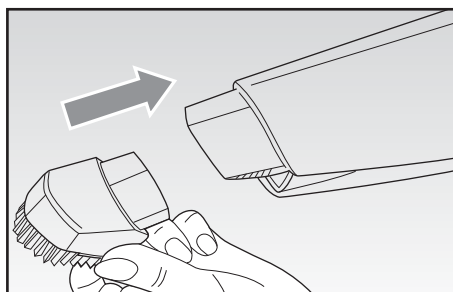
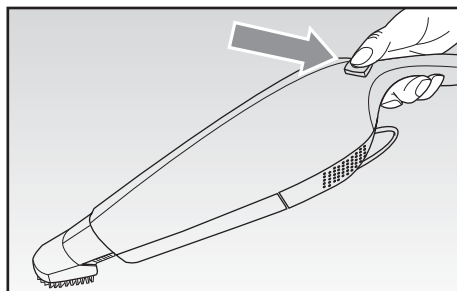

Fig. 4
Fig. 5
- All'estremità del contenitore della polvere (F), applicare l'accessorio desiderato (Fig. 4); premere il pulsante di accensione (B) per mettere in funzione l'aspiratore portatile utilizzando mediante l'apposita impugnatura (Fig. 5).